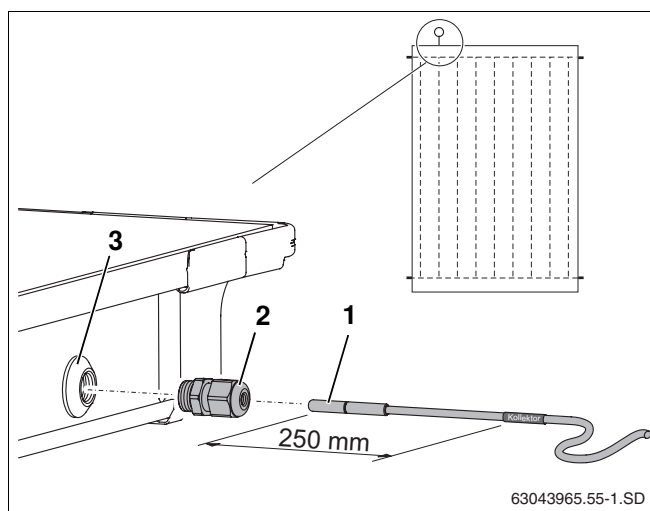

Fig. 51 Insérer la sonde dans le capteur
Pour que l'installation solaire fonctionne parfaitement, il est nécessaire d'insérer la sonde (fig. 51, **pos. 1**) jusqu'à la butée (correspond à env. 250 mm) dans le conduit.
- ▶ Percer la couche d'étanchéité de la gaine de sonde à l'aide de la sonde ou du tournevis (fig. 51, **pos. 3**).
- ▶ Visser l'écrou-raccord (fig. 51, **pos. 2**) dans la gaine de sonde.
- ▶ Visser l'écrou-raccord (fig. 51, **pos. 2**) à fond, si nécessaire pousser contre.
Si vous avez percé la gaine de sonde (fig. 51, **pos. 3**) d'un autre capteur, il faut l'étanchéifier avec le bouchon du kit de raccordement. Auparavant retirez, à l'aide du raccord de câbles (fig. 51, **pos. 2**), l'écrou qui se trouve dans la gaine de sonde.